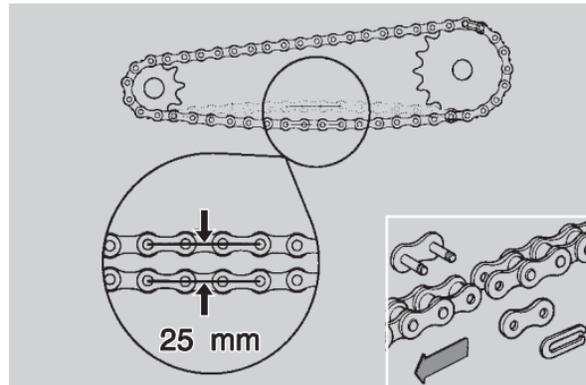

Fig. 31
- controllare che l'oscillazione verticale, in un punto intermedio tra pignone e corona nel ramo inferiore della catena, sia di circa 25 mm (Fig. 31);
In caso di smontaggio e rimontaggio della catena, fare attenzione che la molletta della maglia di giunzione sia installata con la parte aperta rivolta in direzione opposta al verso di avanzamento (Fig. 31).